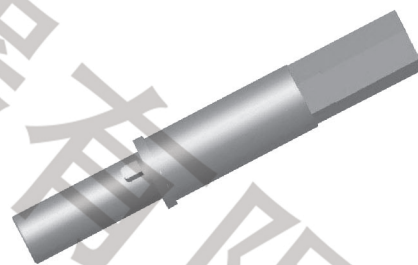
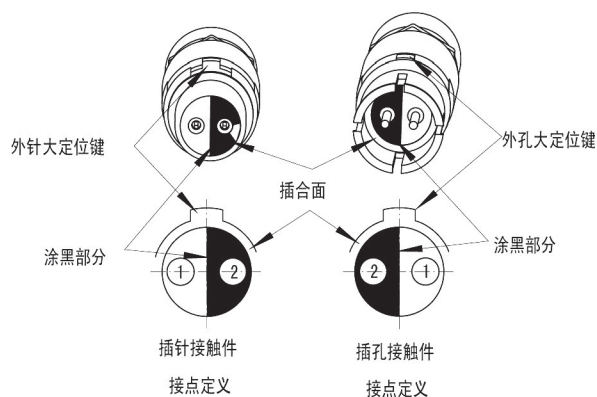

图1.13压接完成接触件的效果图
图1.14压接完成后接触件推荐接点定义
- 4) 使用如表1中推荐的压接钳（M22520/5—01）及压接模（Y197），对线夹进行六方压接，完成后效果如图1.13；接点定义如图1.14